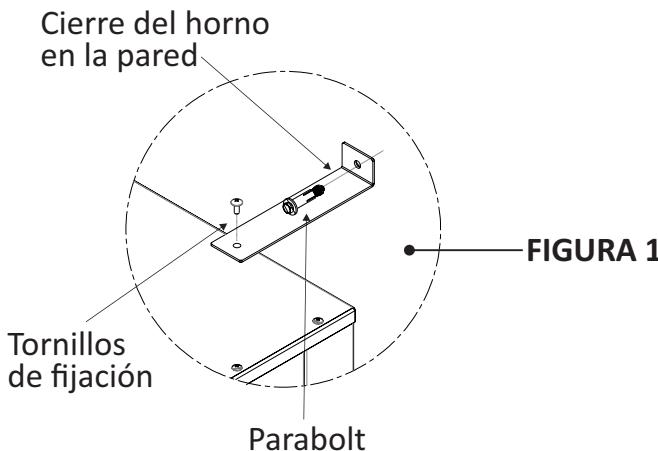

FIGURA 1
- Asegúrese de que los tornillos de todas las trabas están bien fijados (**Figura 1**).
- Fije la traba al horno usando los tornillos de fijación (**Figura 1**).
- Fije la traba del horno en la pared (**Figura 1**).